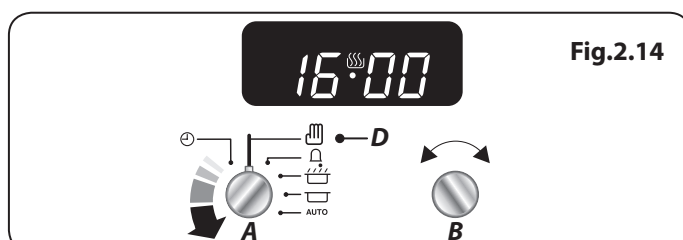

Fig.2.14
Du avbryter alla automatiska inställningar genom att vrida Timer-vredet (A) till manuella (D) och släppa (**Fig.2.14**).